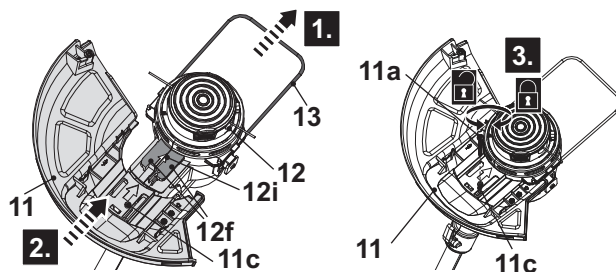

Fig. 1
1. Dé la vuelta al cabezal de corte (12).
3. Retire primero el protector de (13) plantas (Fig. 1, paso 1), luego alinee y deslice el protector (11) en las ranuras deslizantes (12f) del cabezal de corte (12) (Fig. 1, paso 2).
4. Fije el protector (11) con el tornillo (11a) en el sentido de las agujas del reloj (Fig. 1, paso 3).